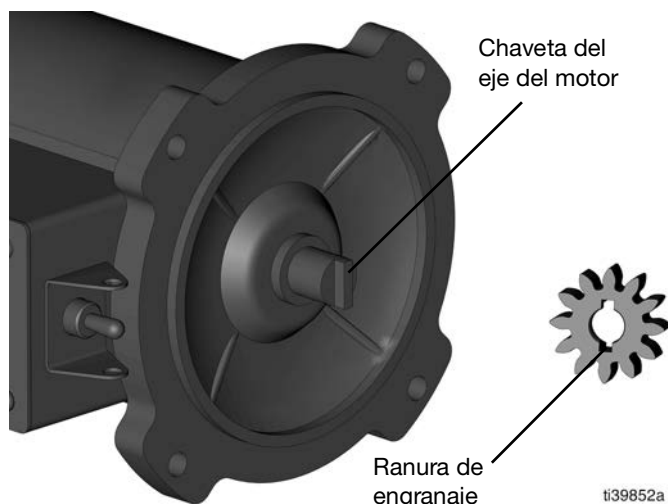
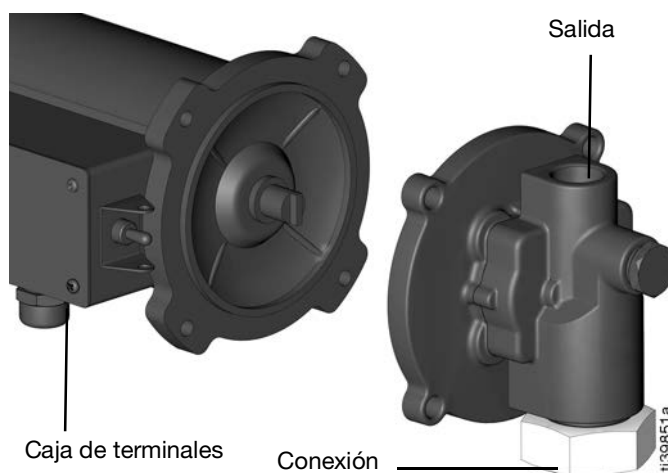

FIG. 24
FIG. 25
1. Coloque el conjunto del alojamiento de la bomba en el motor. La chaveta del eje del motor debe coincidir con la ranura del engranaje en la cubierta interior. La salida de la bomba debe estar orientada hacia arriba y la caja de terminales debe estar centrada entre la salida y la entrada de la bomba (FIG. 24 y FIG. 25).